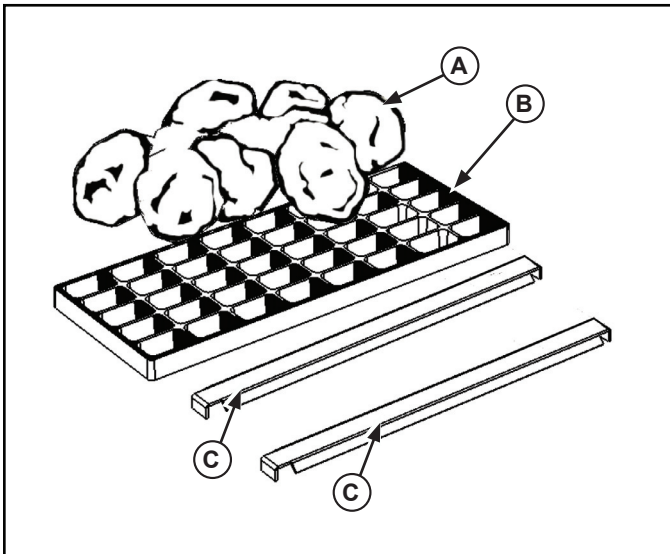

Figure 2. Composants de la configuration pierre de lave.
2. Enlevez la pierre de lave (A) et mettez-la de côté pour une utilisation future. Voir la figure 2.
3. Enlevez les grilles (B) et mettez-les de côté pour une utilisation future.
4. Enlevez les couvercles (C) et de la pierre de lave et mettez-les de côté pour une utilisation future.
3. Mettez les couvercles de pierre de lave (C) pardessus les tubes de brûleur. Voir la figure 2.
4. Mettez les grilles (B) en place.
5. Placez la pierre de lave (A) sur les grilles (B) et étalez-la uniformément.